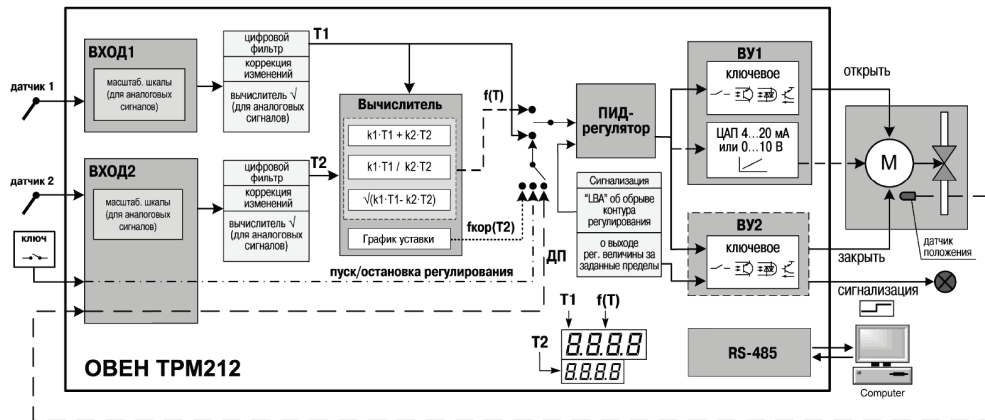

Рисунок 3.1
3.1.3.1 К дополнительному входу подсоединяют ключ. Ключом осуществляется запуск и остановка процесса регулирования (см. рисунок 3.1).